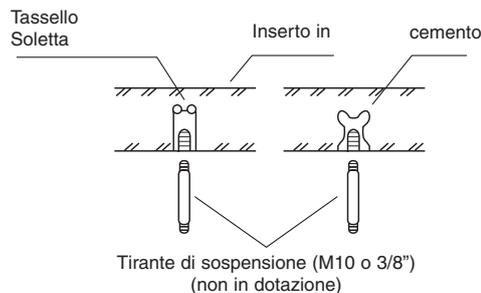

Fig. 3-38
(2) Praticare i fori nei 4 punti indicati sulla dima di foratura.
(3) A seconda dello specifico tipo di soffitto:
a) Inserire i tiranti di sospensione come illustrato nella fig. 3-38.
(4) Avvitare i tiranti di sospensione, permettendo loro di sporgere dal soffitto come mostrato nelle fig. 3-38 e 3-39. La distanza intercorrente tra i vari tiranti sporgenti deve essere identica (divergenza massima di 50 mm). (Fig. 3-40).